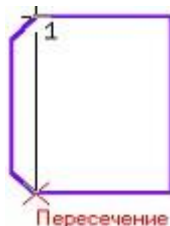

Рис. 8.
22. Соедините полученные точки при построении фаски отрезком (рис. 8).